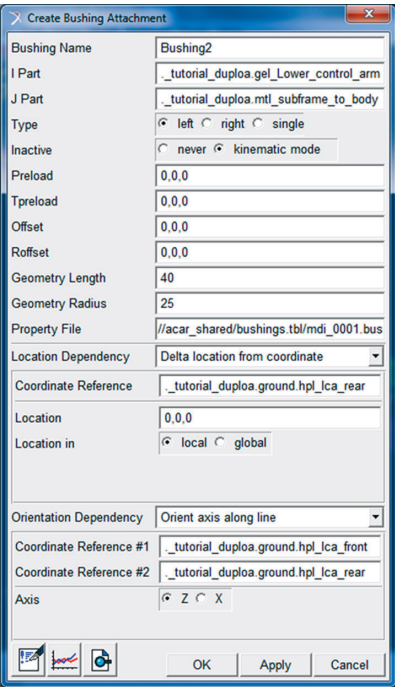

Figura 5.139 – Preenchimento da caixa de diálogo relativa à criação da bucha “*bkl\_Bushing2*”.
- Preencha os campos da janela *Create Bushing Attachment*, como ilustrado na Figura 5.139.